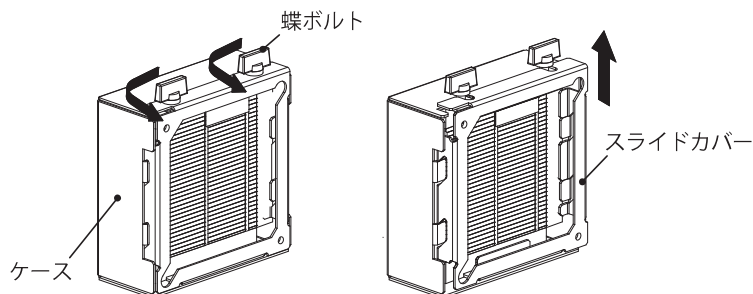

図 21
1. 蝶ボルトを緩め(5～7回転程度)、スライドカバーを上スライドしてケースから取り外してください。(図21)